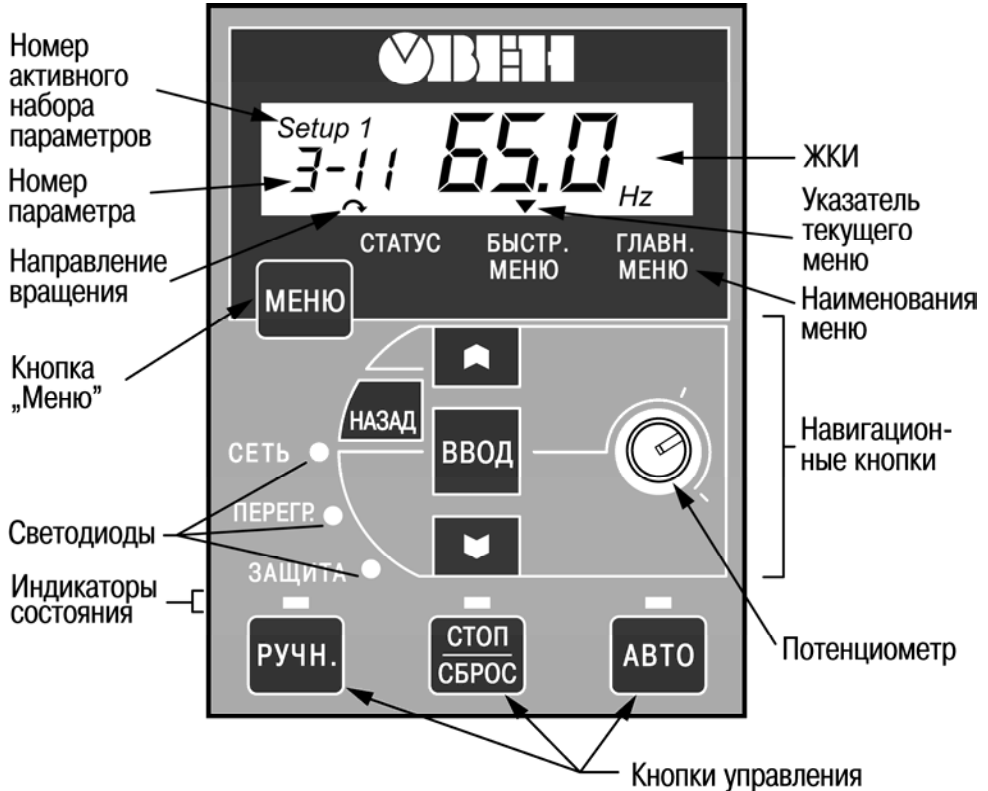

Рисунок 4.1 – ЛПО1 – Локальная панель оператора (с потенциометром) ПЧВ. Элементы индикации и управления
4.1.1 ЛПО1 разделена на шесть функциональных зон (см. рисунок 4.1), ЛПО2 (без потенциометра) – на пять функциональных зон (см. рисунок 3.1):